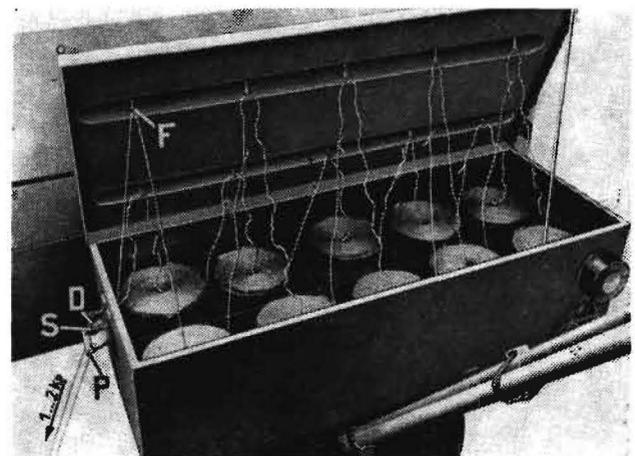

Bild 20
1. durch die Führungsösen (F) am Fadenkastendeckel (Bild 20)
2. durch den Fadenspanner (S) an der Stirnseite des Fadenkastens (Bild 20)
Beim Einfädeln durch den Fadenspanner hebt man die Fadendruckplatte (D) (Bild 20) von der Fadenführungsplatte (P) (Bild 20) und der durch das Führungsloch ankommende Faden wird zwischen beide Teile gezogen und verläßt durch das Führungsloch der Führungsplatte den Spanner.